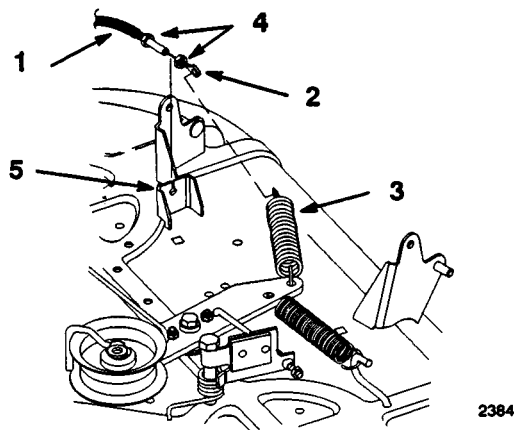

Fig. 40
6. Sganciare l'estremità con anello del cavo di comando della lama (presa di forza) dalla molla di rinvio (Fig. 40).
7. Togliere il controdamo dal cavo di comando della lama (presa di forza) sulla staffa di montaggio, ed estrarre il cavo dalla staffa (Fig. 40).